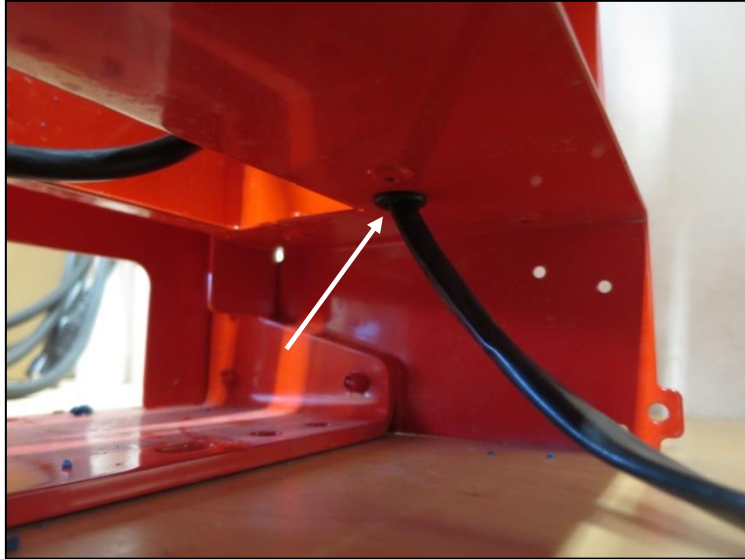

Abb.: 131
- Ziehen Sie das Kabel des Streutellermotors durch die an der Unterseite des Streuers befindlichen Durchführungstülle (Abb.: 131).